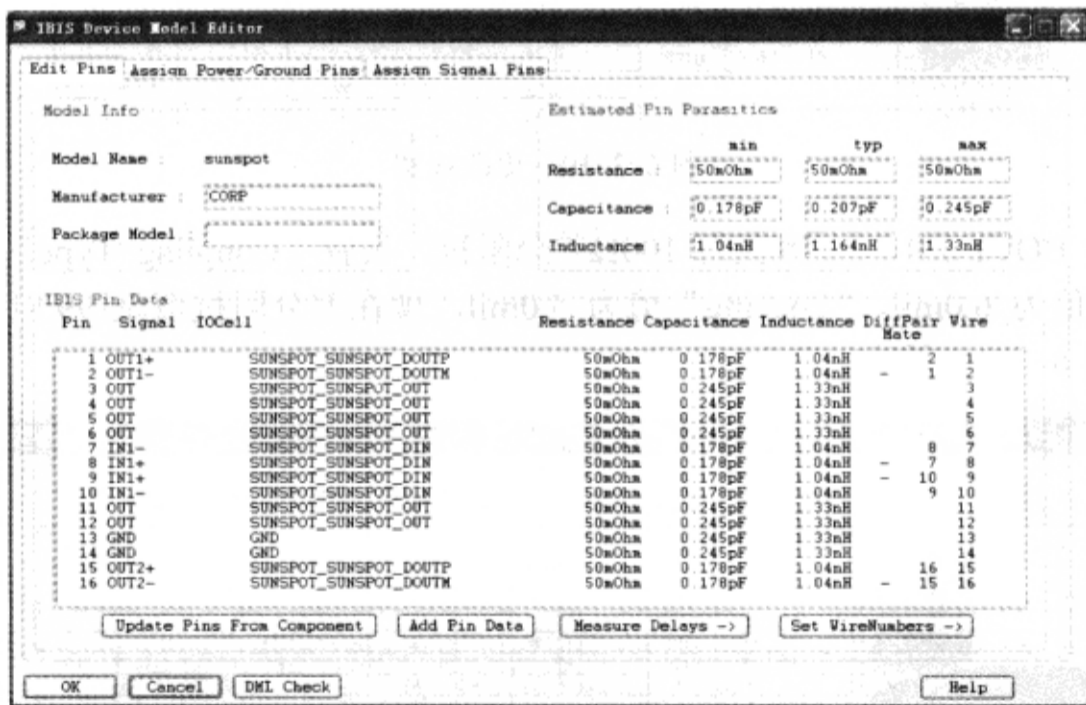

图 6-3-13 “IBIS Device Model Editor”对话框
(2) 在“SI Model Browser”对话框的列表框下面的“Library”显示 sunspot.dml 库→在“SI Model Browser”对话框中选择“sunspot”→单击“Edit”按钮→弹出“IBIS Device Model Editor”对话框，如图 6-3-13 所示。